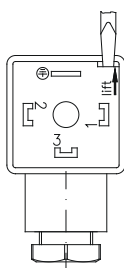

Fig. 6
- ↳ Ouvrir l'intérieur ⑧ de la boîte de raccordement ② avec un tournevis ou un outil similaire (→ Fig. 6).